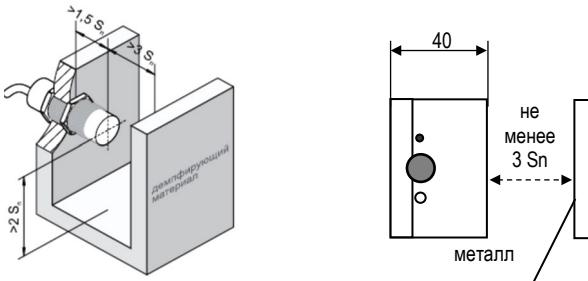

Рисунок 3 – Минимальные расстояния до демпфирующих материалов
5.1 Выключатели рассчитаны на неутапливаемую установку. Для ВБЕ-Ф60 перед активной поверхностью требуется зона, свободная от металла на расстоянии 3Sn (см. табл. 1). При монтаже ВБЕ-Ц30, ВБЕ-Ц18 следует учитывать минимально допустимые расстояния до окружающих элементов конструкций из металла, указанные на рис. 3.